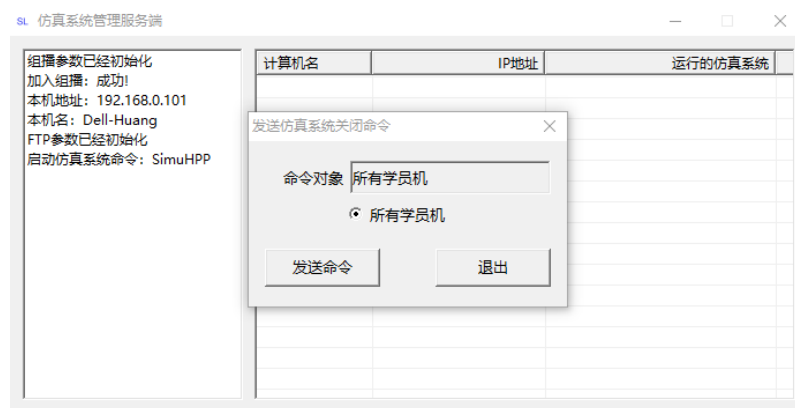
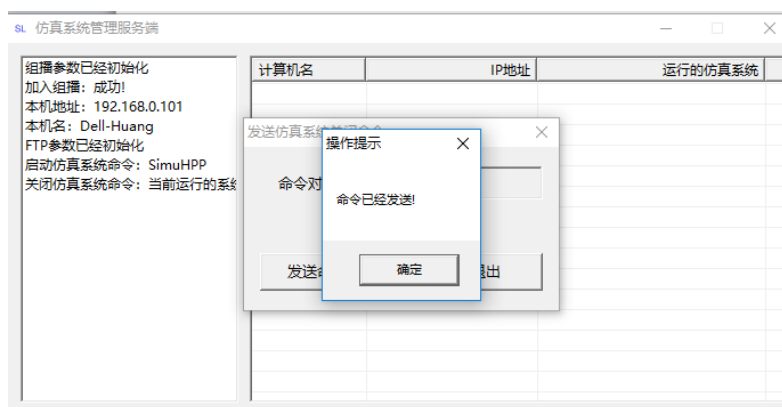

图 3-10 关闭命令
图 3-11 关闭执行
(2) **发送仿真系统关闭命令**：选择该命令后会出现如图 3-10 所示对话框，指定命令对象的范围之后，点击“发送命令”按钮即可。命令执行后，出现如图 3-11 所示对话框，这时候，学员机和教练员站上有关水电厂仿真机的所有程序全部退出了，以便于启动其他的仿真软件。